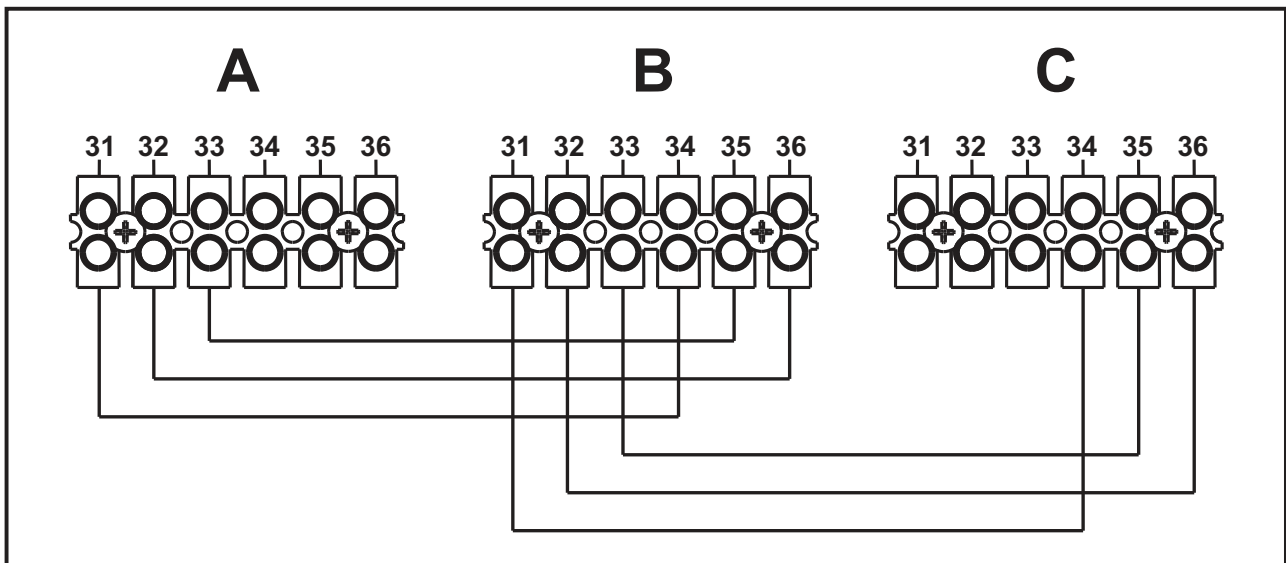

рис. 56 - Подключение по каскадной схеме
1. Подключите модули, как показано на рис. 56 (пример с 3-мя модулями)
В противном случае переключите электрическое питание и проверьте кабельные соединения в рис. 56.